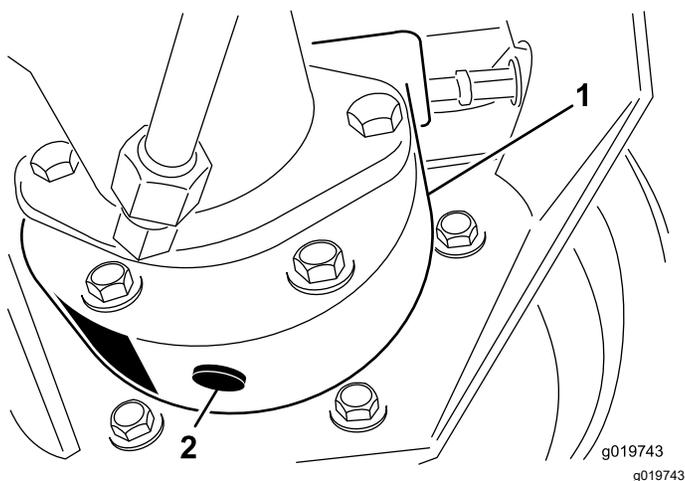

Рисунок 92
4. Подставьте поддон под корпус тормоза, снимите пробку сливного отверстия и дайте маслу стечь (Рисунок 92).